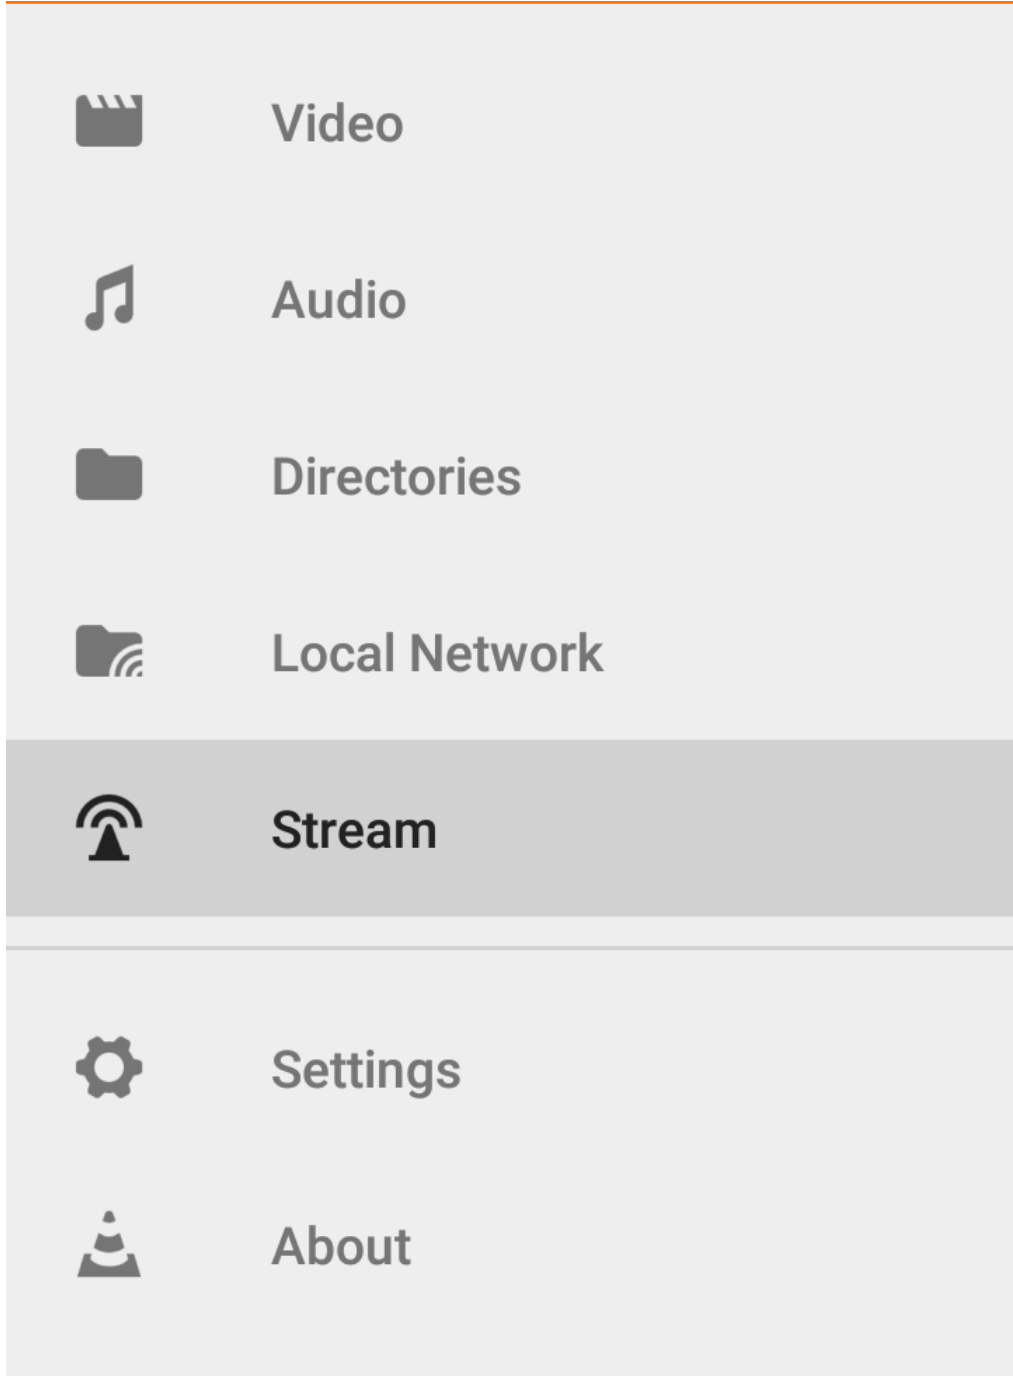

图 3-11. 选择“Stream”
2. 运行 VLC 并选择“Stream”（如图 3-11 所示）。